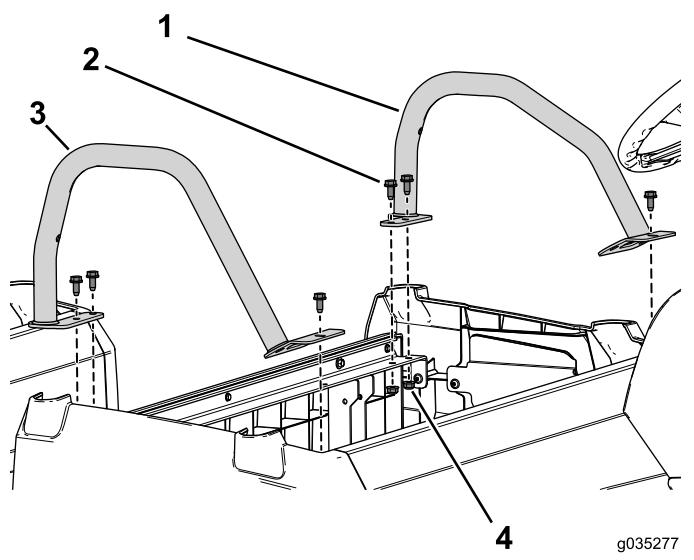

Рисунок 97
7. С помощью 6 фланцевых болтов (3/16 x 3/4 дюйма) и фланцевых гаек прикрепите левый и правый ограничители для бедра к переднему основанию сиденья (Рисунок 97).